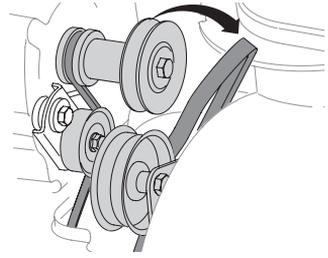

Figure 83
3. Faites glisser la courroie des tarières de la poulie du moteur. Voir Figure 83.